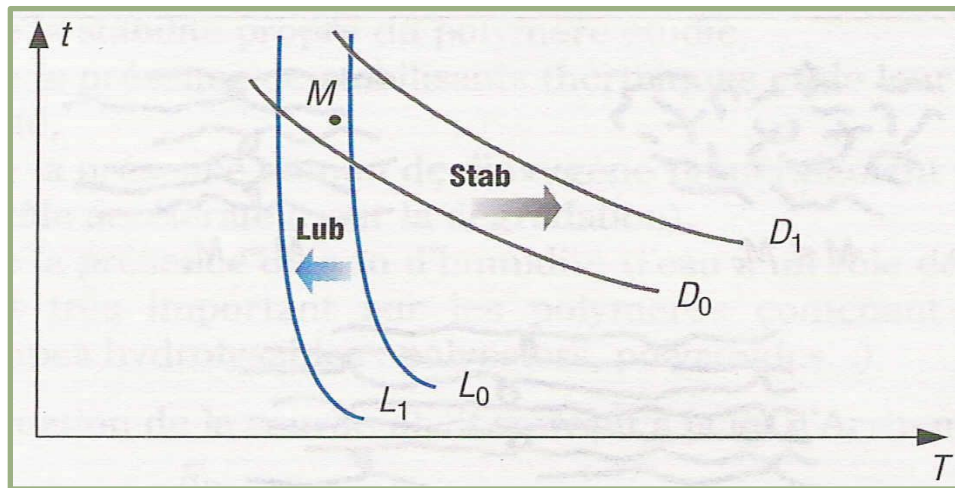

Fig.10 Modifications envisageables pour rendre un polymère transformable:
- Sur la figure 10 on voit que le polymère non stabilisé (plafond de stabilité thermique D_0) est intransformable,